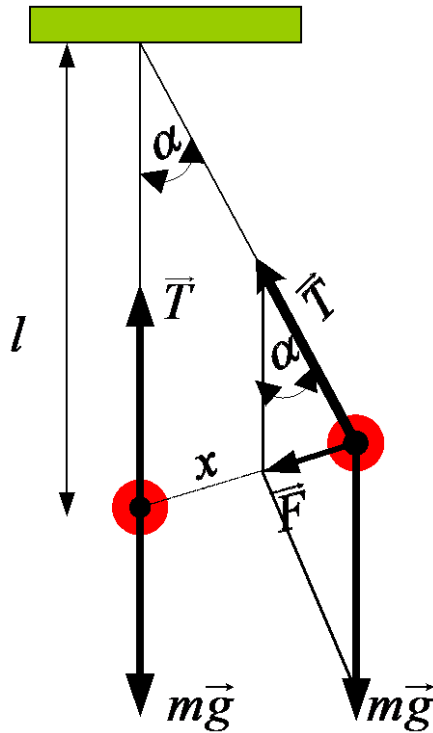

Рис. 1. Математичний маятник
9. Яка умова рівномірного руху тіла вздовж похилої площини вниз (під дією власної ваги) (див. рис. 1)?
10. Яка умова рівноприскореного руху тіла вздовж похилої площини вниз (під дією власної ваги) (див. рис. 1)?
Математичний маятник – кулька, підвішена на довгій, невагомій і нерозтяжній нитці (рис.1).
Коливання математичного маятника відбувається в заданій площині під дією повертаючої сили. Коли маятник перебуває у стані рівноваги, сила тяжіння врівноважується силою пружності нитки (рис.1). Якщо маятник відхилити на деякий кут  $\alpha$ , то виникає повертаюча сила  $\vec{F}$ , під дією якої маятник коливається.